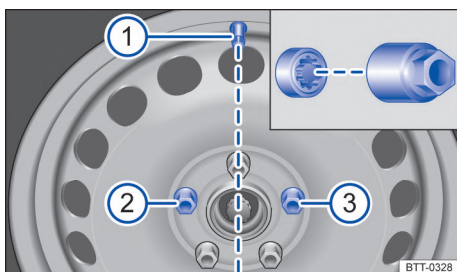

Fig. 198 Cambio de rueda: válvula del neumático ① y posición de montaje del tornillo de la rueda antirrobo ② o ③.
- Monte primero el tornillo (A), coloque el tapacubos y, a continuación, monte los demás tornillos.
- Para vehículos con tornillo de rueda antirrobo, el tornillo de rueda antirrobo se debe atornillar en la posición → fig. 198 (2) o (3).
El tornillo de la rueda antirrobo se debe atornillar en una rueda en la posición → fig. 198 ② o ③ en relación con la posición de la válvula del neumático ①. *Tornillo de rueda antirrobo no disponible para algunos países.*